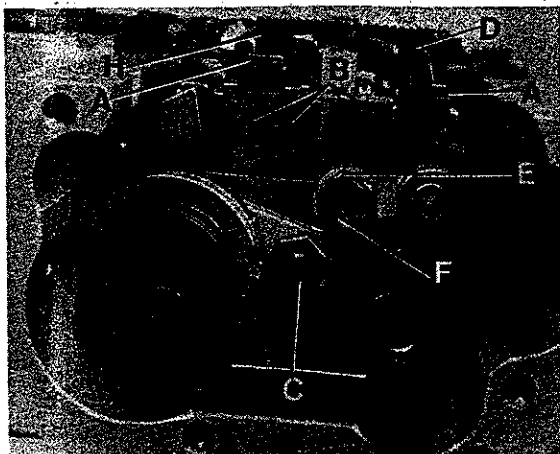

Fig.31
Assemble the main feed dog (H, Fig. 31) and the differential feed dog (D), tighten fastening screws (A) slightly. Insert the throat plate support with throat plate on the cylinder arm and center the feed dogs across-the-line-of-feed in the throat plate slots to have equal clearance on all sides. Now tighten screws (A) firmly.
For setting loosen screws (B, Fig. 31) and position the feed dog holders with the feed dogs to the correct height. Tighten screws (B).
Montieren Sie den Haupttransporteur (H, Fig. 31) und den Differentialtransporteur (D), ziehen Sie die Befestigungsschrauben (A) nur leicht an. Stecken Sie den Stichplatten-träger mit Stichplatte auf den Zylinderarm und vermitteln Sie die Transporteure seitlich in den Stichplattenschlitz so, daß sie an allen Stellen freigeihen. Ziehen Sie die Schrauben (A) danach gut an.
Zur Einstellung lösen Sie die Schrauben (B, Fig. 31) und schieben die Transporteurhalter mit den Transporteuren auf die gewünschte Höhe. Ziehen Sie die Schrauben (B) an.
In-line-of-feed the differential feed dog can be set to the front or to the rear to clear equally between the main feed dog and the front end of throat plate slot. For adjustment loosen screw (F, Fig. 31) and rotate eccentric (E) in operating direction until the correct setting is obtained. Retighten screw (F).
Also the main feed dog (H, Fig. 31) can be set slightly in-line-of-feed to the front or rear in the throat plate slots, if required. Loosen nut (C) and move the feed dog accordingly. Retighten nut.
In Transportrichtung kann der Differentialtransporteur entsprechend vor- oder zurückgestellt werden, damit er zwischen dem Haupttransporteur und dem vorderen Schlitzende der Stichplatte gleichmäßig freigeht. Zur Einstellung lösen Sie die Schraube (F, Fig. 31) und drehen den Exzenter (E) in Nährungsrichtung, bis die richtige Einstellung erreicht ist. Ziehen Sie die Schraube (F) wieder an.
Auch der Haupttransporteur (H, Fig. 31) kann, bei Bedarf, in Transportrichtung in den Stichplattenschlitzen geringfügig vor- oder zurückgestellt werden. Lösen Sie die Mutter (C) und verschieben Sie den Transporteur entsprechend. Ziehen Sie die Mutter wieder an.